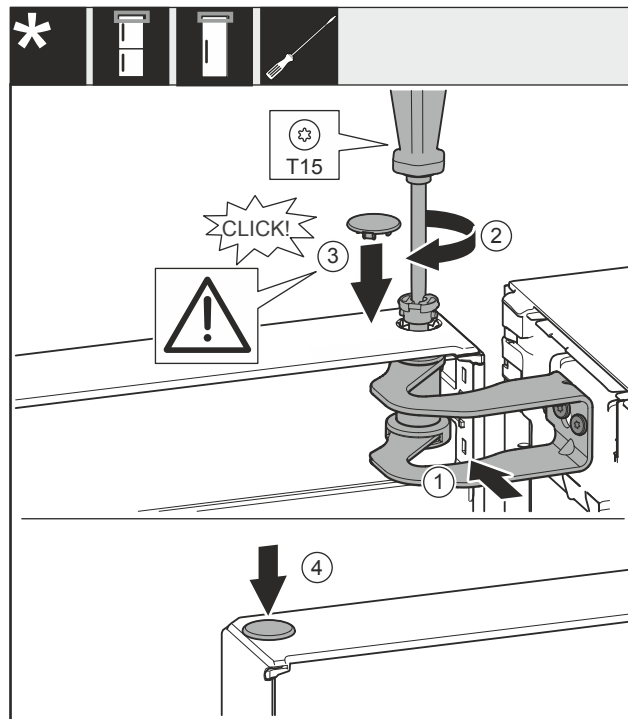

Fig. 23
- Joondage uks laagripuki Fig. 23 (1) ava suhtes välja.
- Pange polt Fig. 23 (2) sisse ja keerake kruvikeerajaga kinni.
- Pange kate Fig. 23 (3) sisse.
- Kontrollige, et kate Fig. 23 (3) toetub uksele.
- Pange kate Fig. 23 (4) sisse.